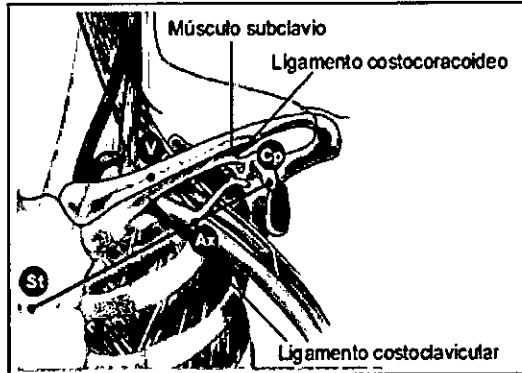

Figura 2. Las señales identifican el punto de entrada de una punción venosa subclavía percutánea.
1. De acuerdo con la Figura 2, identifique los puntos St (ángulo esternal) y Cp (apófisis coracoides).